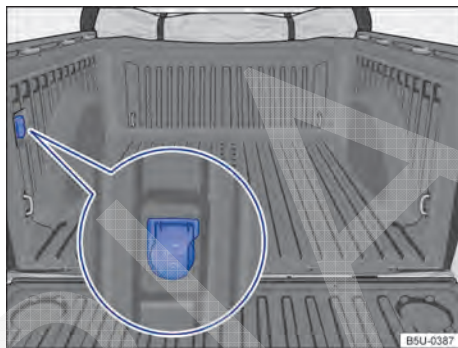

Fig. 119 Compartimento de carga: tomada 12 V.
- A tomada 12 V pode ser encontrada na parte interna do compartimento de carga → Fig. 119 (dependendo da versão do veículo pode não estar disponível).